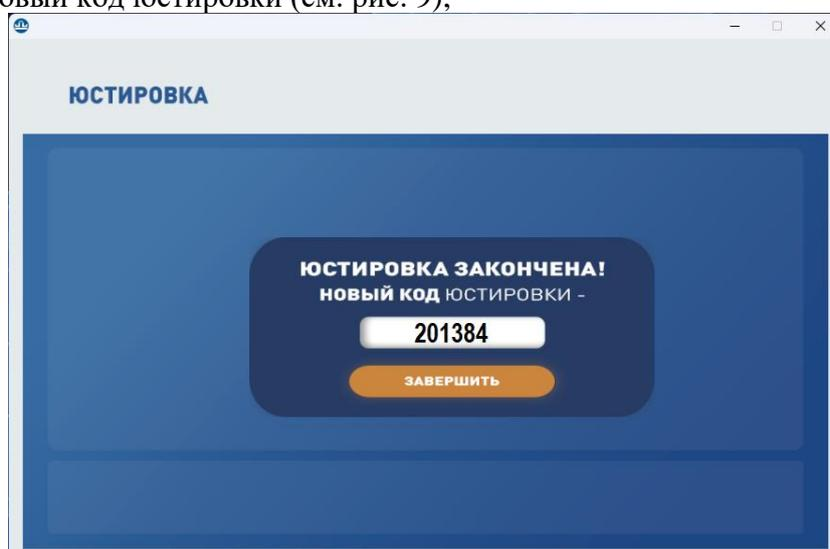

Рисунок 9 – Завершение юстировки модуля в ПО «МАССА-К: Весовой терминал 100»
- дождитесь успешного завершения процесса юстировки нагруженной платформы, после чего на экране отобразится новый код юстировки (см. рис. 9);
- завершите юстировку модуля по кнопке «Завершить» (см. рис. 9).